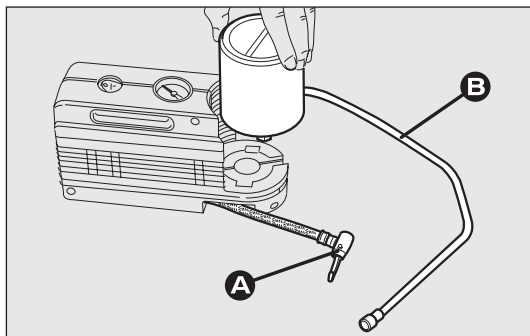

fig. 134
- débrancher le raccord A-fig. 134 ;